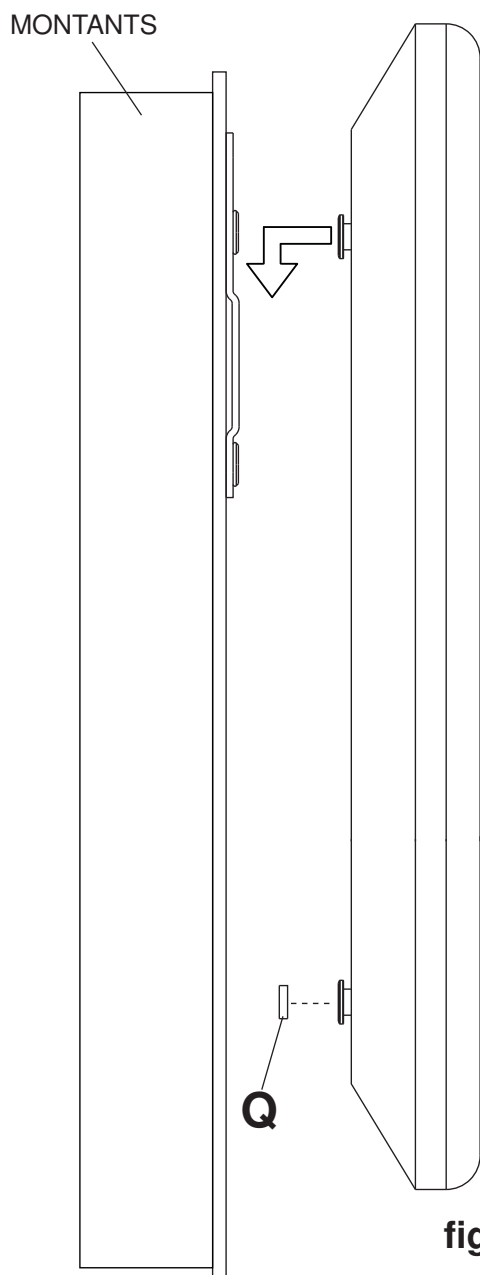

fig. 3.1
**3** Posez les protecteurs en tissu (**Q**) sur les vis de montage inférieures comme illustré à la figure 3.1.